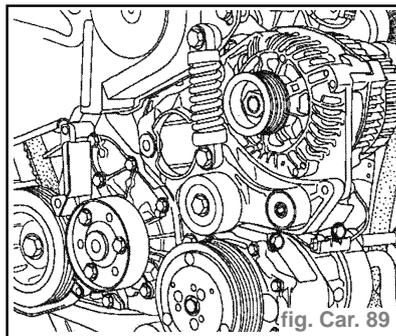

fig. Car. 89
- les quatre vis de fixation du compresseur. (fig. Car. 89)